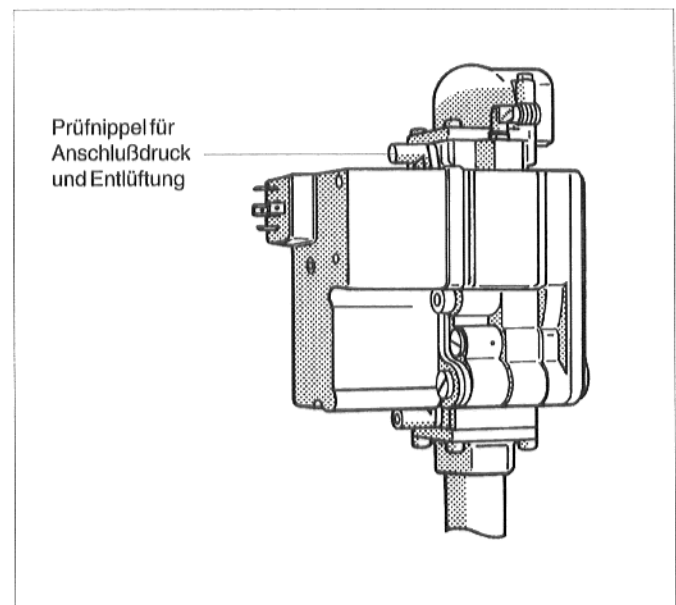

Abb. 2: Gasbrennerarmatur "BM" 762-012
- Gaszuleitung entlüften: Verschlußschraube des Prüfnippels für Anschlußdruck und Entlüftung an der Gasbrennerarmatur (Abb. 2 und 3) etwas herausdrehen. Wenn keine Luft mehr vorhanden ist, Verschlußschraube des Prüfnippels wieder schließen.